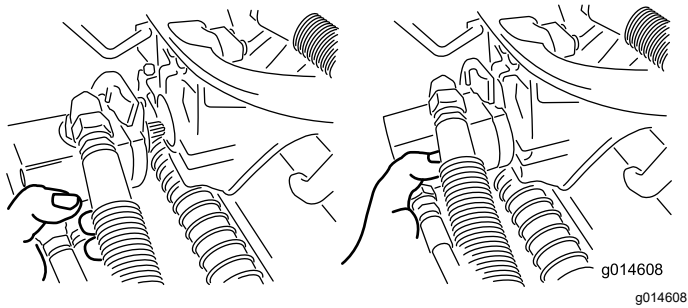

Figure 51
3. Transférez le moteur à la position de rangement sur l'avant du bras de suspension (Figure 51).